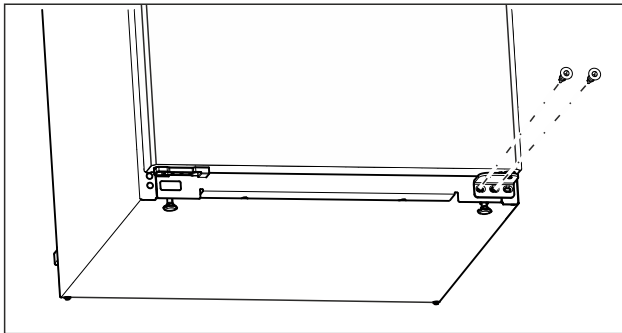

Fig. 14
- ▶ Deșurubați și scoateți șurubul din mijloc de la suportul de lagăr inferior cu șurubelnița Torx 20. (vezi Fig. 14)
- ▶ Deșurubați și scoateți șurubul din interior de la suportul de lagăr inferior cu șurubelnița Torx 20. (vezi Fig. 14)